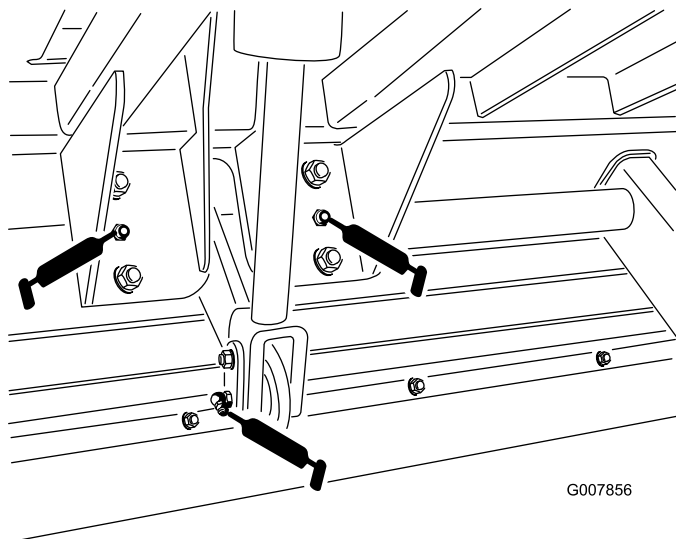
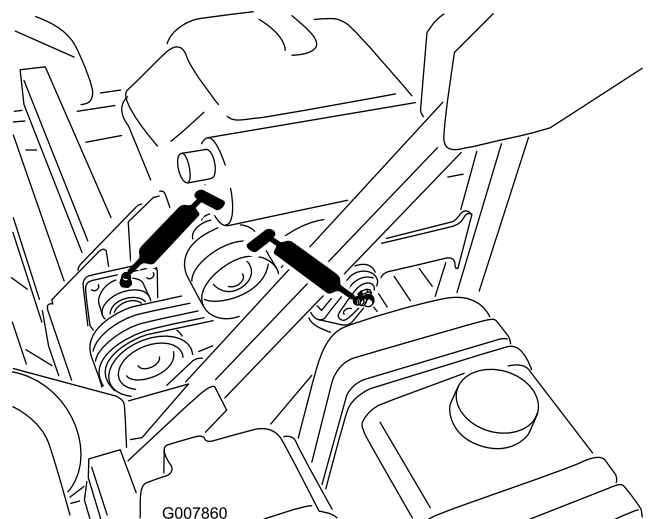

図 38
図 41
- ・ 昇降シリンダ2ヶ所 図 38と 図 41を参照
- ・ 昇降アクスル2ヶ所 図 38を参照
- ・ ジャッキシャフト2ヶ所 図 41を参照